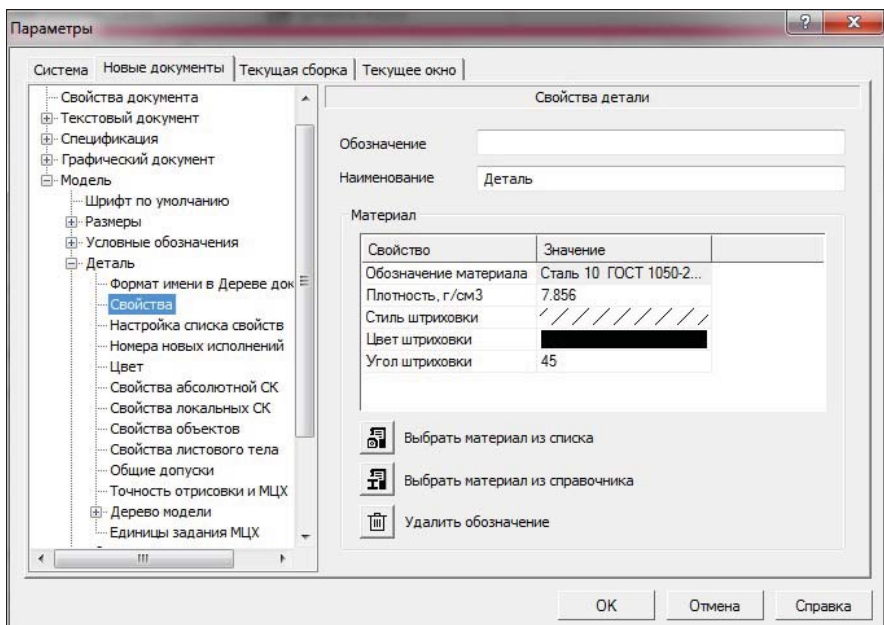

Рис. 27.10. Диалоговое окно **Параметры** с открытой панелью **Свойства детали**
- ◆ щелкните ЛК по пункту **Свойства** — в правой части раскроется панель **Свойства детали** (рис. 27.10), на которой можно задать такие настройки: